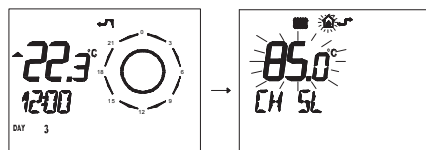

Figura 5.33
- Premere per più di 3 secondi il pulsante  per entrare in modalità **INFO** (Figura 5.33).